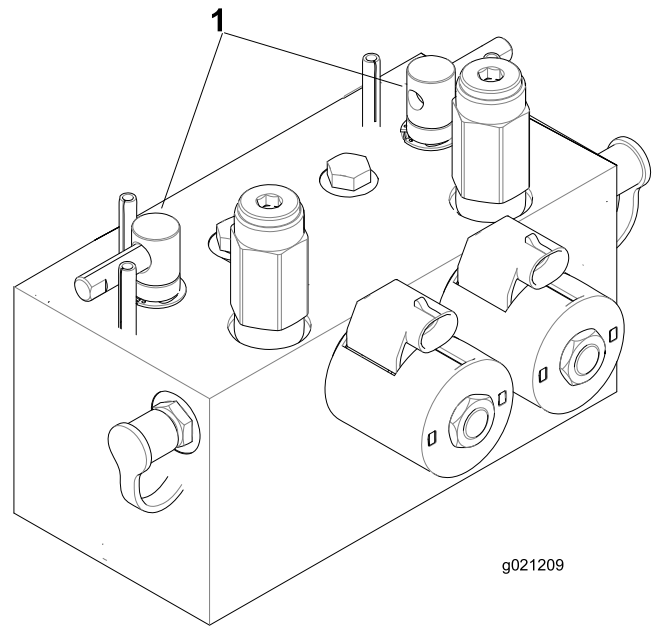

图77
2. 松开并提起座椅，露出倒磨控制杆（图77）。
5. 选择前、后或同时两个倒磨控制杆，确定哪些刀组需要倒磨（图77）。